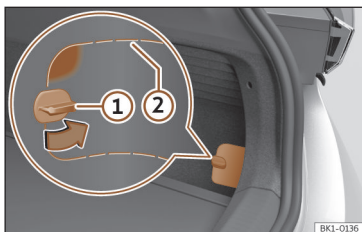

Fig. 72 Na parte inferior direita do revestimento da bagageira: tampa com linhas de corte.
- Rode 90° o fecho da tampa >>> **Fig. 72 ①**.
- Pressione a superfície para dentro por cima do fecho >>> **Fig. 72** (zona assinalada).
- Introduza a mão pela abertura e solte a tampa puxando-a. Conforme o caso, aplique um objeto adequado pelas linhas de corte >>> **Fig. 72 ②**.